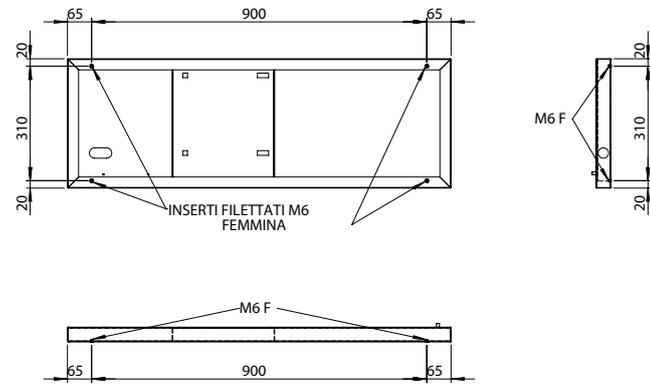

Fig. 1.i
- 控制柜符合地震测试标准IEC 60068-2-6, IEC 60068-2-57, IEC 60068-2-64, ISO2041。要确保装置符合上述标准，则控制柜必须固定在地面上，机器上有螺纹孔(M6内螺纹)，如图1.i所示。